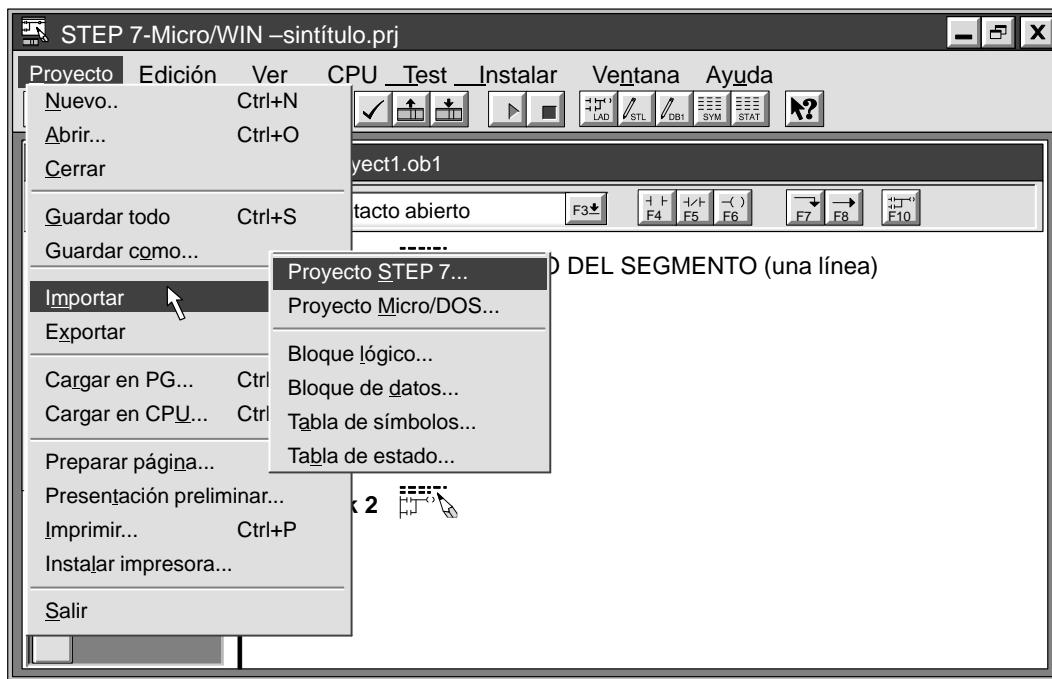

Figura E-1 Abrir un proyecto de STEP 7 desde STEP 7-Micro/WIN
2. Elija los comandos de menú **Proyecto ▶ Importar ▶ Proyecto STEP 7** como muestra la figura E-1.
El programa de usuario y los demás componentes (bloque de datos, tabla de estado y tabla de símbolos) se abrirán en el proyecto de STEP 7-Micro/WIN (v. fig. E-1).